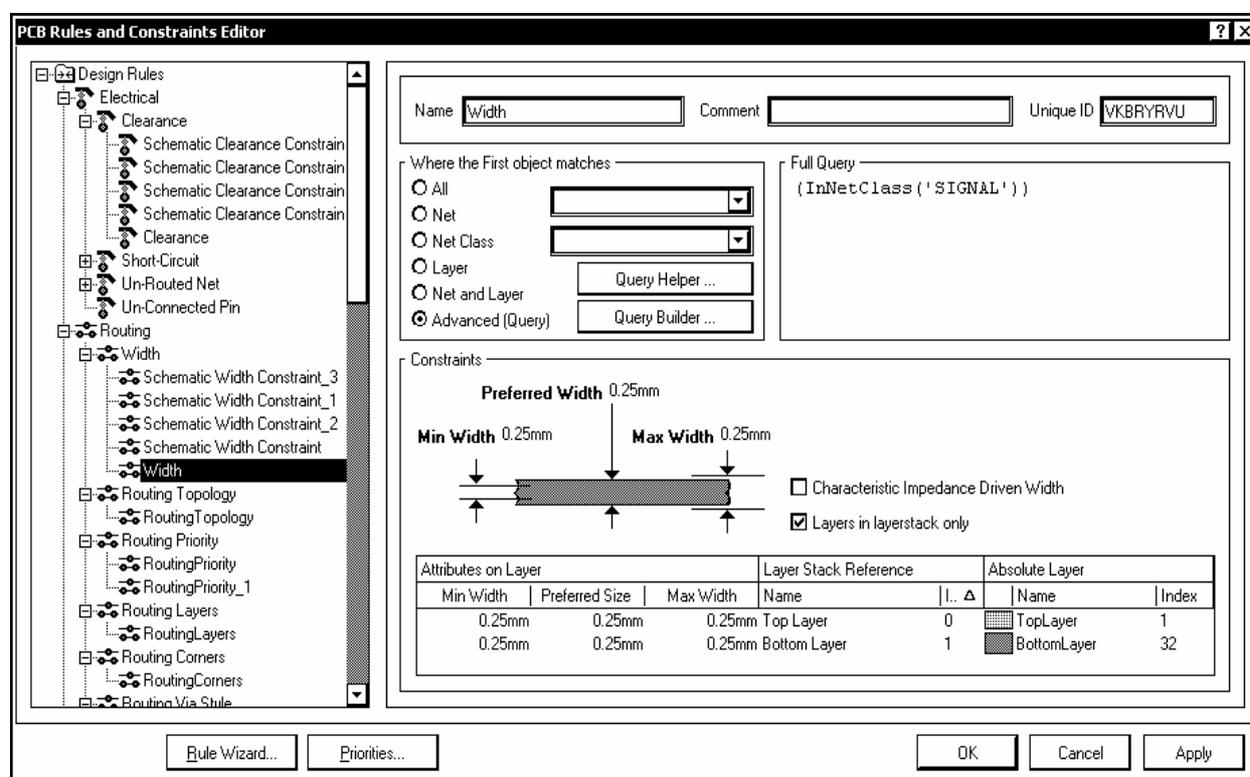
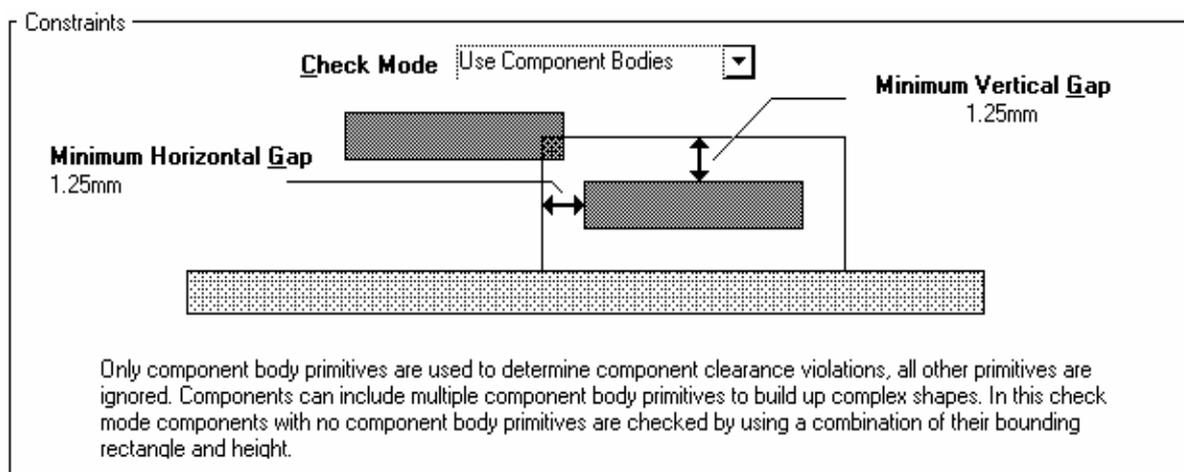
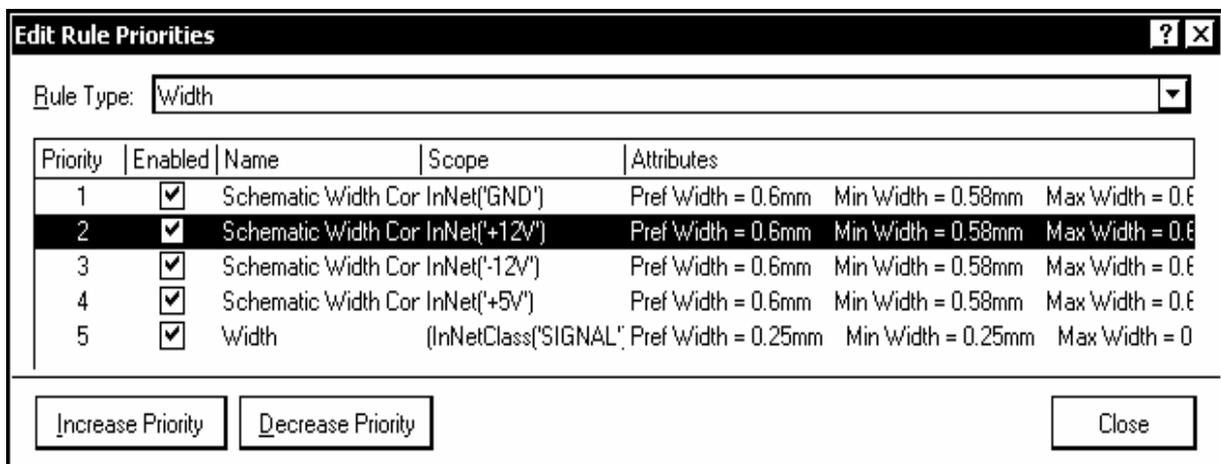
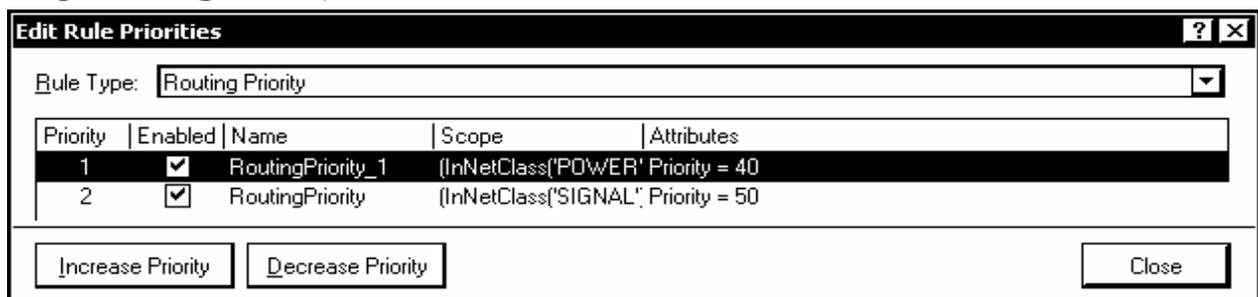

Рис.6.4
Рис.6.6
Рис.6.7
Рис.6.8
1. Активизируем команду главного меню Design>>Rules. В дереве правил диалогового окна PCB Rules and Constraints Editor (Рис. 6.4) можем наблюдать узлы, образованные правилами, настроенными для класса цепей питания и Земли в среде схемного редактора (см. разд. 5.2.6). Для каждой из
2. При выборе курсором одного из узлов Schematic Width Constraint в поле Constraints в правой половине окна, рис. 6.4, отображается эскиз фрагмента печатного проводника, с обозначением минимальной, номинальной и максимально допустимой ширины проводника, те же самые данные в виде таблицы и цветное обозначение проводников на сигнальных слоях Top Layer и Bottom Layer.
1. В дереве правил диалогового окна, рис. 6.4, селектировать узел Width – ширина.
8. Щелчком ОК завершить диалог формирования запросов. В окне настройки правил, рис. 6.4, кнопкой Apply зафиксировать выполненные изменения правил.
В поле Query Preview выводится строка InNetClass('Signal'). Щелчком ОК закроем формирование запросов, и в окне, рис. 6.4 зафиксируем настройку кнопкой Apply – применить.
Назначим для нашего проекта еще одно правило – ограничение минимально допустимого зазора между корпусами компонентов. Активизируем в дереве правил диалогового окна, рис. 6.4, узел Placement>>Component Clearance. В поле Constraints изображается диаграмма (рис. 6.6), позволяющая установить необходимые значения зазоров.
При назначении нескольких однородных правил-ограничений, например, ширины проводников для разных цепей или классов, программа выстраивает их приоритеты в той последовательности, в которой назначались правила, обозначая приоритет порядковыми номерами, начиная с 1 и далее. Для изменения приоритета щелчком кнопки Priorities в окне рис. 6.4 активизировать диалог редактирования приоритетов. Открывается диалоговое окно Edit Rule Priorities (рис. 6.7).
По-другому устанавливается приоритет правила Routing Priority, которому назначается атрибут Priority в правом поле окна, рис. 6.4. Значение атрибута Priority может быть установлено в пределах 0...100 (100 – высший приоритет). При этом, кнопкой Priorities обычным образом вызывается окно редактирования приоритетов, в котором правила, как и в первом случае, выстроены по списку с номерами 1, 2 и т.д. и также могут перемещаться вверх/вниз (рис. 6.8).
ного на рис. 6.4. Процедура редактирования правила, рассмотренная выше, на стр. 96-97, полностью применима в данном случае.
- Use Component Bodies – дословно: использование тела компонента – правило, распространяющееся на компоненты, имеющие трехмерную модель корпуса: в поле Constraints строится диаграмма (см. рис. 6.6), на которой указывается не только зазор между компонентами на плоскости ПП, но и зазор по высоте.